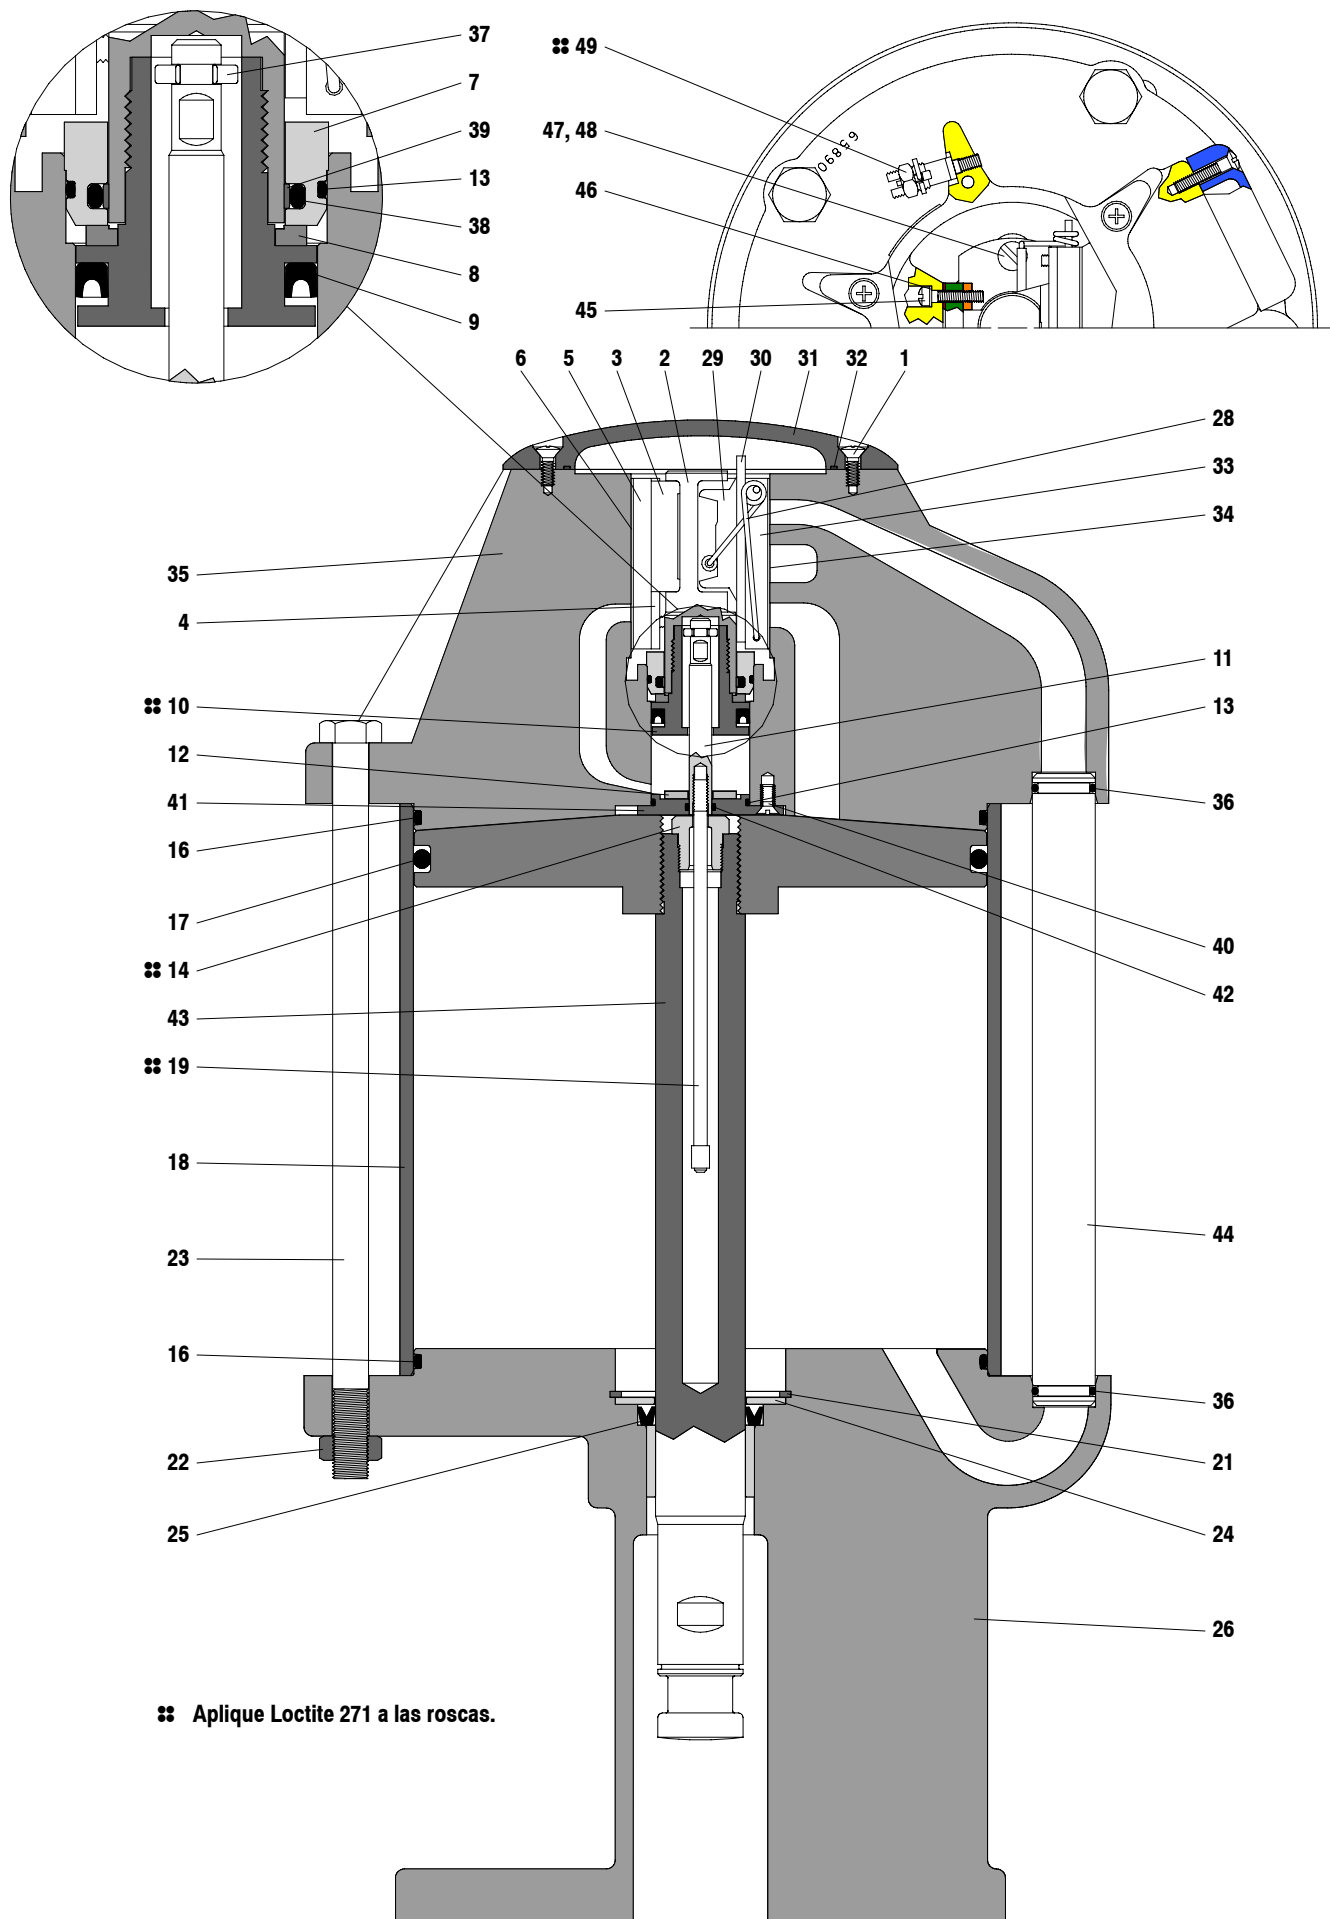

FIGURA 4
46. Engrase cuidadosamente e instale el empaque (32) en la tapa del motor neumático (31).
47. Coloque la tapa del motor neumático (31) sobre el conjunto de cabezal (35) y asegúrela con seis tornillos (1) (ver figura 4).